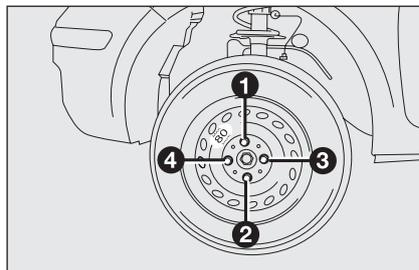

fig. 8
- visser à fond les boulons, en passant alternativement d'un boulon à un autre diamétralement opposé, suivant l'ordre illustré sur la fig. 8.